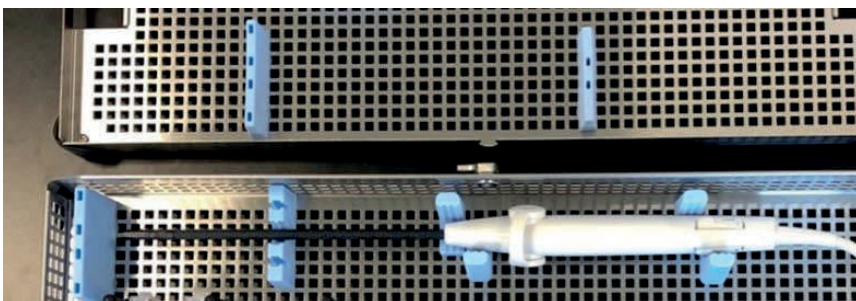

Figura 6-2. Collocazione corretta della sonda IUUS con la punta articolata su 0°
4. Collocare la sonda IUUS nel vassoio con l'angolo di articolazione su 0° (vedere la Figura 6-2).